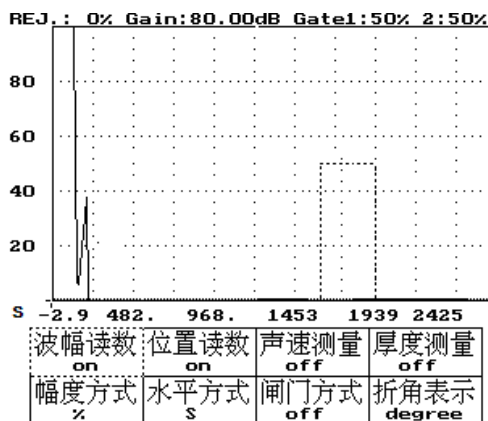

图 15-2
- 3、按进入键——显示读数方式菜单,如图 15-2 所示。